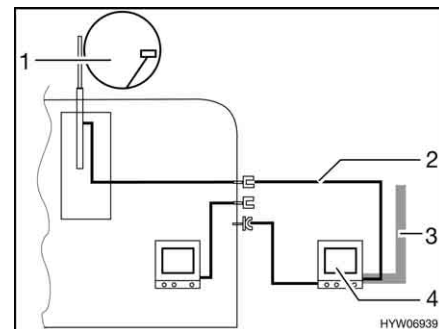

Fig. 157 TV en el área bajo el toldo
- TV en el área bajo el toldo (Fig. 157,4): Conexión a la antena del techo (Fig. 157,1) con el cable de conexión (Fig. 157,2)
- TV en el área bajo el toldo (Fig. 157,4): Conexión a antena externa (Fig. 157,3)